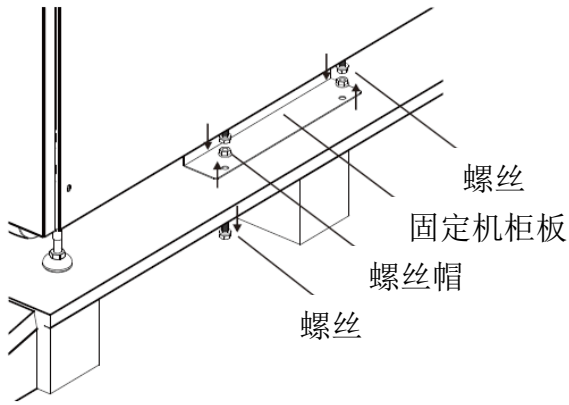

图 2-4
4. 拆下 2 个机柜固定板，并以反时针方向旋松水平支脚。最后将机柜由栈板上移下。如图 2-4 所示。